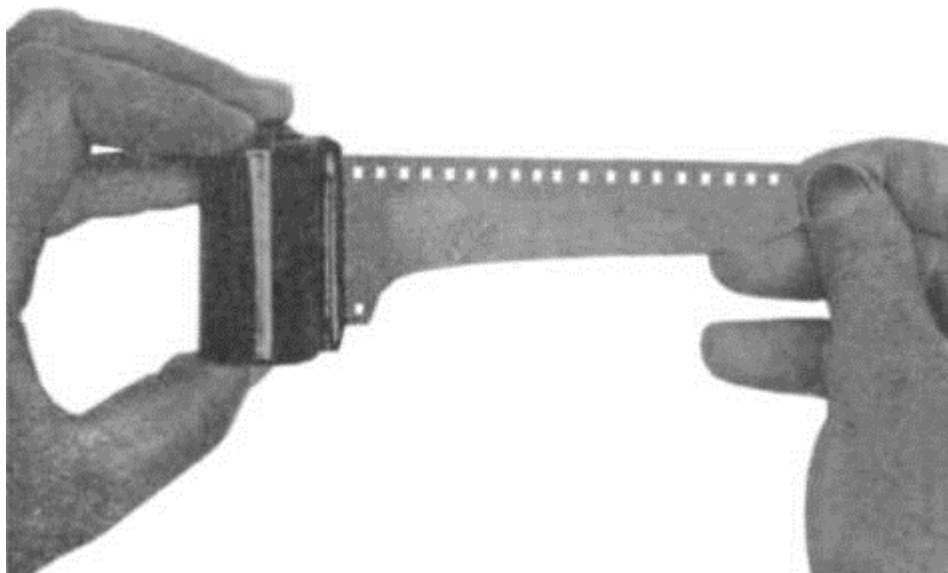

Рис. 9
2. Вытяните из кассеты конец пленки длиной не более 10 см., обрежьте его аккуратно по форме (рис. 9) или с помощью специального шаблона.